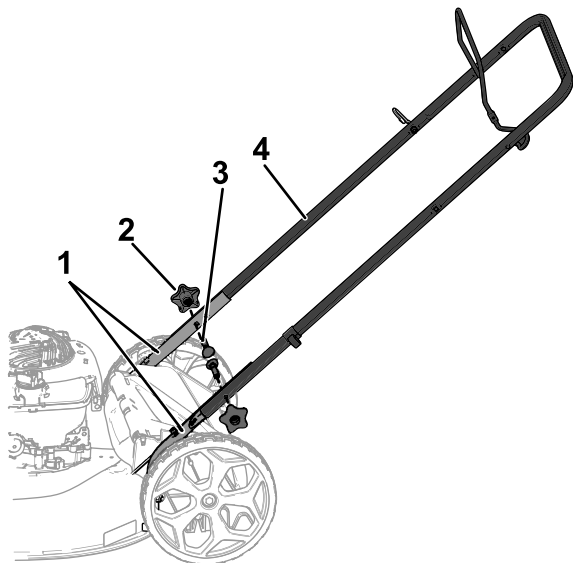

Figure 3
1. Retirez les boutons du guidon et les boulons correspondants sur le carter de la machine (Figure 3).
2. Placez la partie supérieure du guidon sur les parties inférieures (Figure 3).
3. Installez les boutons du guidon à l'aide des boulons correspondants et serrez-les fermement à la main (Figure 3).